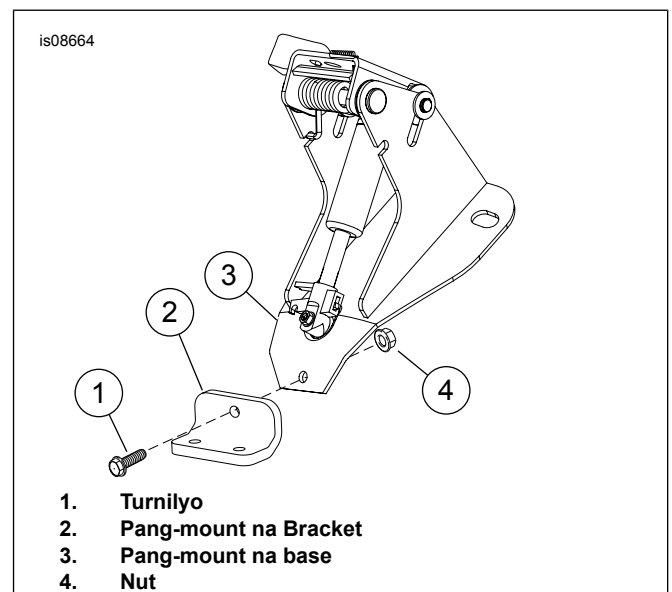

Figure 5. Ikabit ang bracket.
3. Tingnan ang Figure 5 . Ikabit ang pang-mount na bracket (2) sa pang-mount na base (3).
4. Ikabit ang turnilyo (1) at nut (4) gaya ng ipinapakita. Hayaang maluwag ang mga fastener.